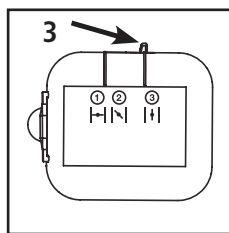

Fig. 19
8. Continue a apertar o gatilho. Mova a alavanca do afogador para a Posição 3, (Fig. 19). Aqueça a equipamento por mais 60 segundos. O equipamento já pode ser utilizada após este tempo.